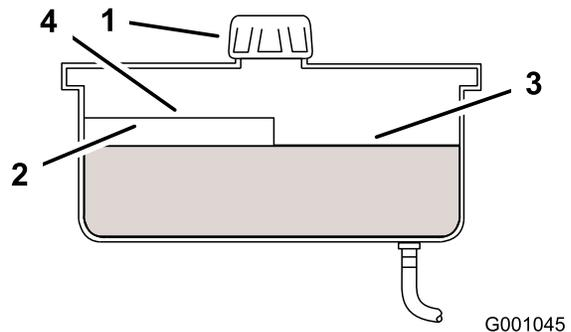

Figura 59
4. Limpie alrededor del cuello de llenado y el tapón del depósito de aceite hidráulico (Figura 59).
5. Retire el tapón del cuello de llenado. Mire dentro para comprobar el nivel de aceite en el depósito. (Figura 59).
Nota: El nivel de aceite debe llegar a la parte superior del nivel caliente del tabique cuando el aceite está caliente (Figura 59).